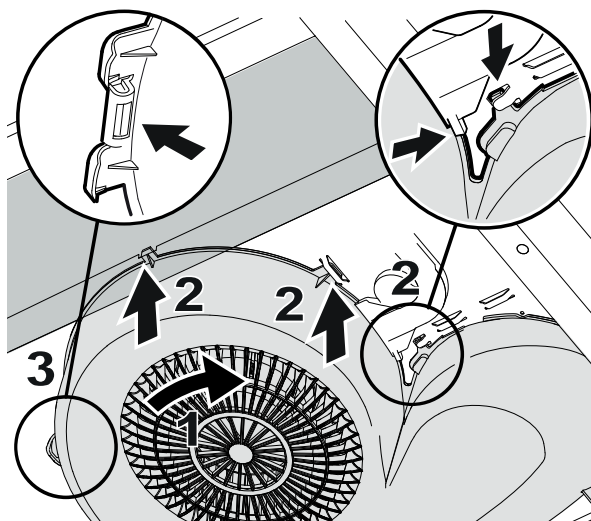

Fig. 8
Sørg for, at alle låsene passer ind mod emhættens flige. Skru blæserhuset (1) ind i fligene (2). Tryk blæserhusets lås tilbage i fligen (3). Fig. 8